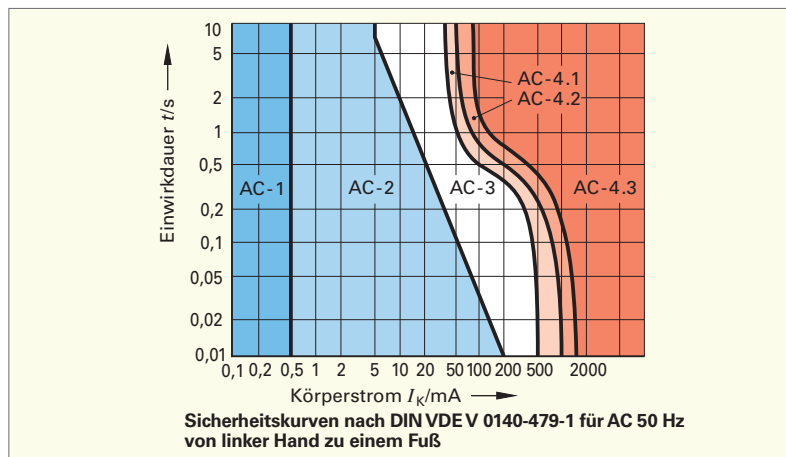
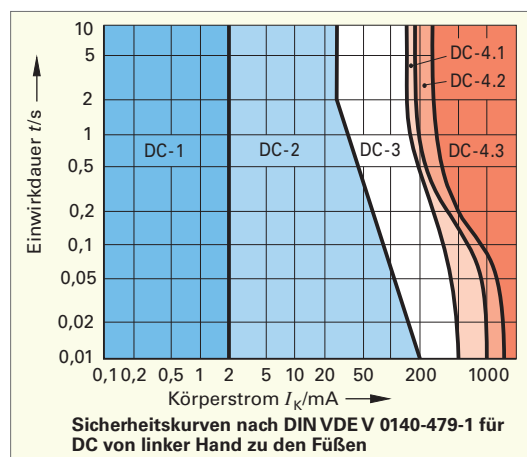

Bild 2: Stromgefährdung bei Wechselstrom 50 Hz
Bild 3: Stromgefährdung bei Gleichstrom
- Tragen Sie in die Tabelle ein, ab welcher Stromstärke über das Herz bei einer angenommenen Einwirkdauer von 1 s Lebensgefahr besteht. Ermitteln Sie die Werte aus den Kennlinien ► Bild 2 und ► Bild 3.